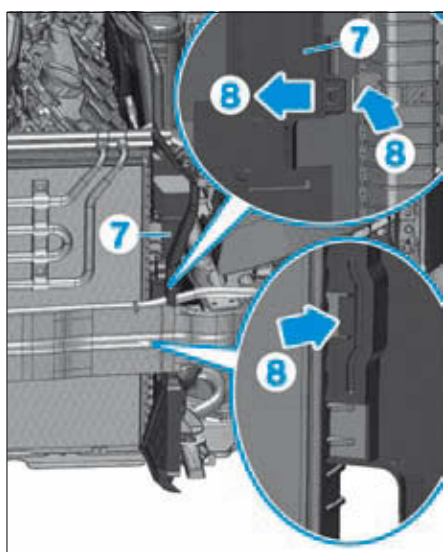

FIG. 9
- Déverrouiller les languettes (8) des déflecteurs d'air gauche et droit (7) puis les basculer vers le centre (Fig.9).